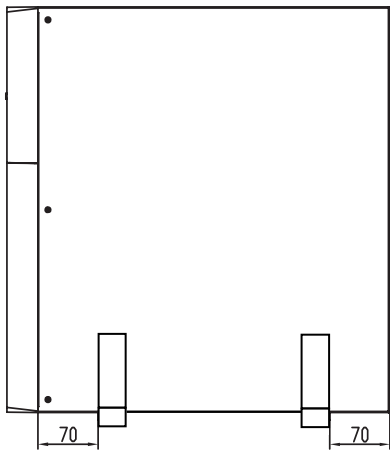

Abb. 4. Vertikale Montage -Turmausführung-
- Die USV im stehend zwischen den beiden Basen mit einem Abstand von 70 mm, ab dem Ende gemessen, stellen (siehe Fig. 4).